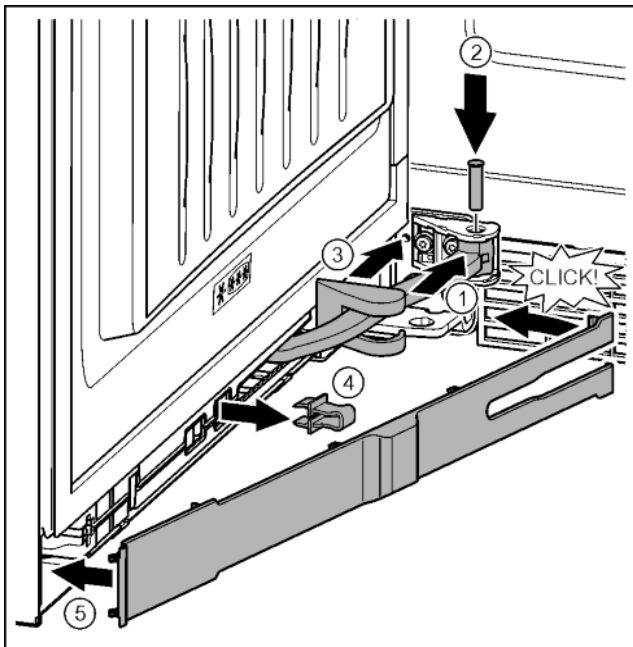

Fig. 37
- ▶ Повернуть шарнир в навеску. Fig. 37 (1)
- ▶ С помощью отвертки T15 вставить палец в навеску и шарнир. При этом следить за тем, чтобы выступ фиксатора занимал правильное положение в пазу. Fig. 37 (2)
- ▶ Переместить крышку вдоль шарнира и установить над навеской. Fig. 37 (3)
- ▶ Снять предохранитель. Fig. 37 (4)
- ▶ Установить крышку со стороны ручки и повернуть. Fig. 37 (5)